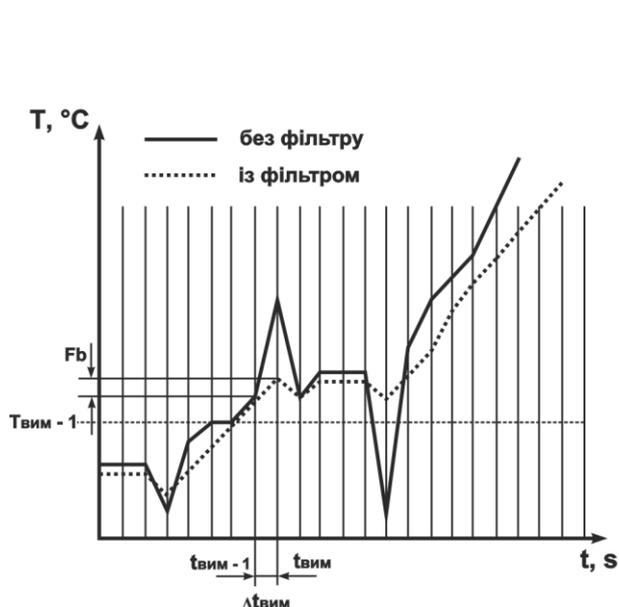

Рисунок 3.5
3.2.4.1 Смуга цифрового фільтра дозволяє захистити вимірювальний тракт від поодиноких перешкод і задається в градусах Цельсія ($^{\circ}C$). Якщо вимірне значення $T_{вим}$ відрізняється від попереднього $T_{вим-1}$ на величину, більшу, ніж значення параметра Fb , тоді прилад присвоює йому значення, що дорівнює $(T_{вим} + Fb)$ (рисунок 3.5). Таким чином, характеристика згладжується.